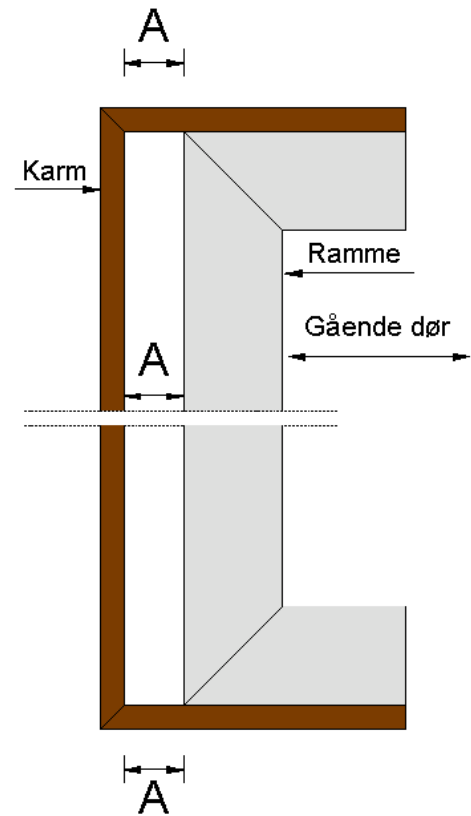

Fig 2
2. Herefter monteres sidekarmen ved den gående dør, karmen skal være i lod, men her er det vigtigt at karm og ramme er helt parallelle, tolerancen mellem dørrammen og karmen må ikke være mere end 1 til 2mm (A Mål - se Fig 2)